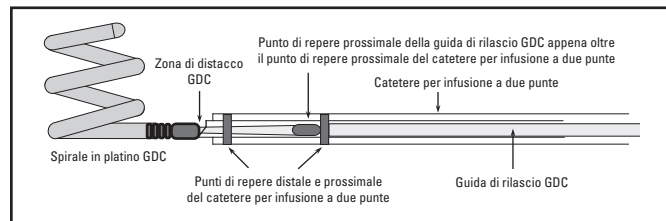

Figura 4. Allineamento ottimale dei punti di reperi radiopachi
9. Continuare a far avanzare la spirale staccabile GDC 360° fino a quando il punto di reperi prossimale radiopaco sulla guida di rilascio non sia esattamente distale al punto di reperi prossimale sul catetere per infusione a due punte (vedere Figura 4). Serrare l'ring sulla RHV per impedire il movimento della guida di rilascio e procedere con il distacco in base alle istruzioni indicate di seguito.
- f. Confermare nuovamente tramite fluoroscopia che il punto di reperi prossimale della guida di rilascio sia esattamente distale al punto di reperi prossimale del catetere per infusione a due punte (Figura 4) (la posizione può variare quando si attaccano i cavi di collegamento della spirale staccabile).